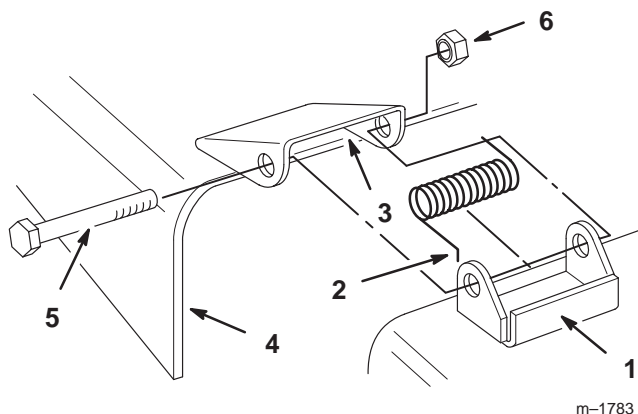

Bild 49
1. Entfernen Sie die Sicherungsmutter, Schraube und die Feder, mit denen das Ablenkblech an den Mähwerkhalterungen befestigt ist (Bild 49). Entfernen Sie defekte oder abgenutzte Ablenkbleche.
2. Setzen Sie die Federn in die Mähwerkhalterungen, und zwar mit den Hakenenden über der erhobenen Rückseite (Bild 49).
3. Fluchten Sie das Ablenkblech mit den Löchern in den Halterungen und den geraden Enden der Feder unter dem Scharnier sowie über dem Ablenkblech aus (Bild 49).